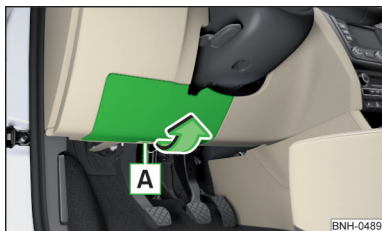

Fig. 157
- Prindeți capacul panoului de siguranțe în zona **A** și scoateți-l în sensul săgeții » fig. 157.